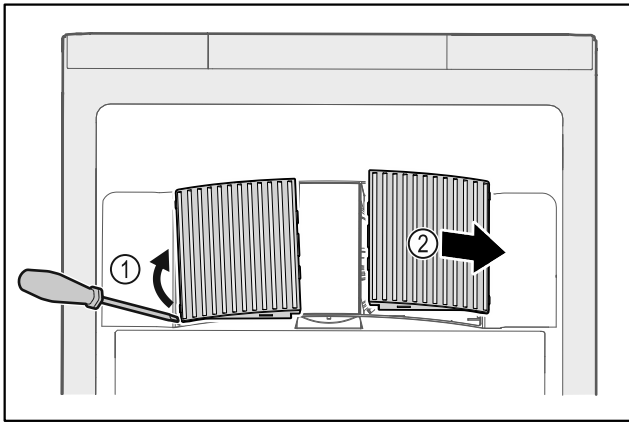

Fig. 234
- ▶ Nxirrni jashtë duke i ngritur lart me kujdes kapakët mbulues të ventilatorit nga anash Fig. 234 (1) dhe hiqini nga përpara Fig. 234 (2).